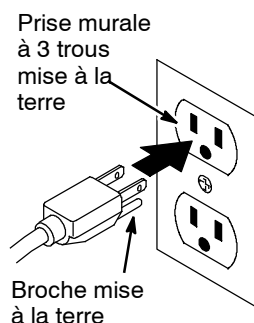

FIG. 7
2. Branchez le cordon d'alimentation dans la prise murale mise à la terre de manière appropriée (Figure 7).